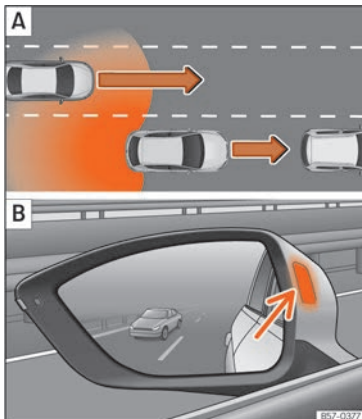

Abb. 196 Schematische Darstellung: [A] Überholvorgang mit Verkehr im hinteren Bereich. [B] Anzeige des Spurwechselassistenten im Außenspiegel links.
In nachfolgenden Situation wird die Anzeige im Außenspiegel »» **Abb. 196** [B] (Pfeil) oder »» **Abb. 197** [B] (Pfeil) dargestellt:
- Bei einer Überholung durch ein anderes Fahrzeug »» **Abb. 196** [A].